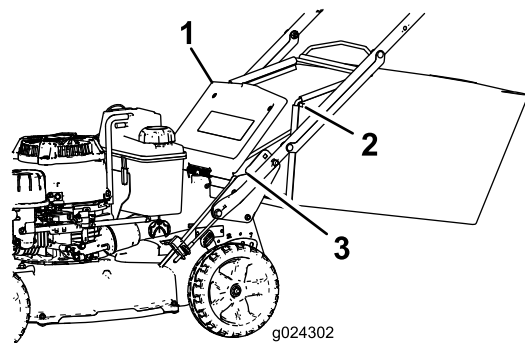

Figure 19
2. Soulevez le volet arrière et gardez-le dans cette position (Figure 19).
4. Placez les extrémités de la tige du bac dans les crans à la base du guidon et basculez le bac d'avant en arrière pour vous assurer que les extrémités de la tige sont bien engagées au fond des deux crans (Figure 19).
3. Enlevez la tige du bac à herbe des crans à la base du guidon (Figure 19).